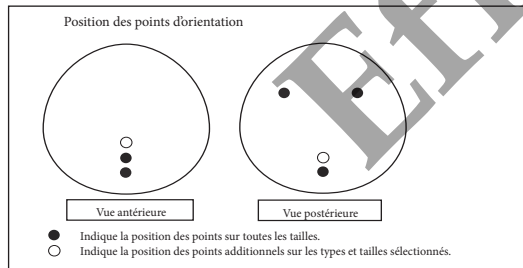

FIGURE 1
- Les implants mammaires *Natrelle*® de forme anatomique, à lumière unique remplis de gel, sont pourvus de points d'orientation pour faciliter un positionnement correct des implants durant l'intervention (voir Figure 1).